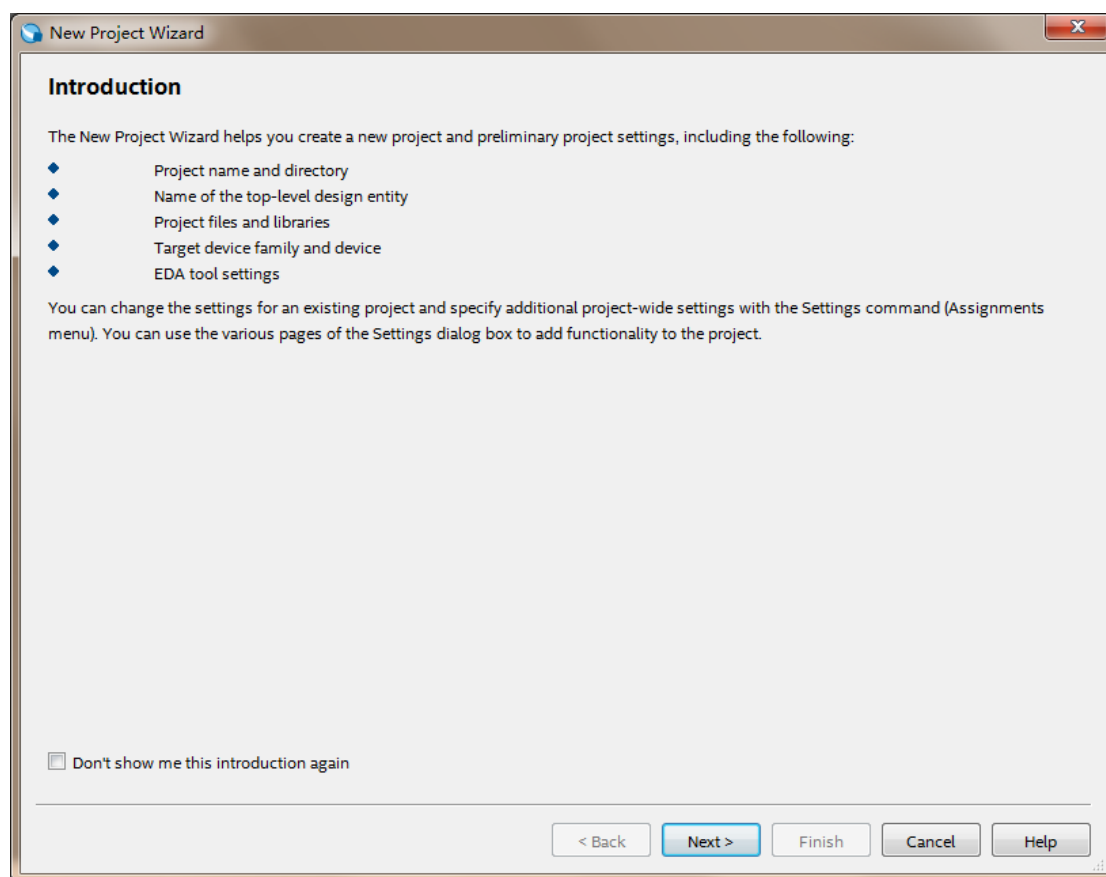

图 2.5.5
1. 选择菜单命令 File>New Project Wizard，弹出图 2.5.5 所示对话框，如果选中 Don't show me this introduction again，那么下一次新建工程时，可以不再显示本对话框。